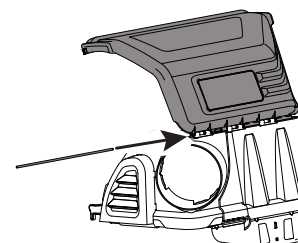

Figura 15
6. Desde el frente del conjunto, se deben alinear las lengüetas de la cubierta de la embolsadora superior con las lengüetas en el frente del soporte del canal superior. Deslice el pasador de horquilla a través de las ranuras comenzando en el soporte del canal superior del lado derecho de las lengüetas de montaje, como en la Figura 15. Oprima el pasador completamente hasta que llegue al tope de extremo.